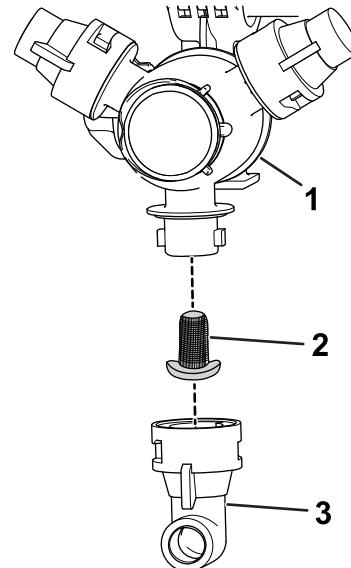

Figura 102
2. Retire la boquilla de la torreta de fumigación (Figura 102).
3. Retire el filtro de boquilla usado (Figura 102).
4. Instale el filtro de boquilla nuevo (Figura 102).
5. Instale la boquilla en la torreta de fumigación (Figura 102).